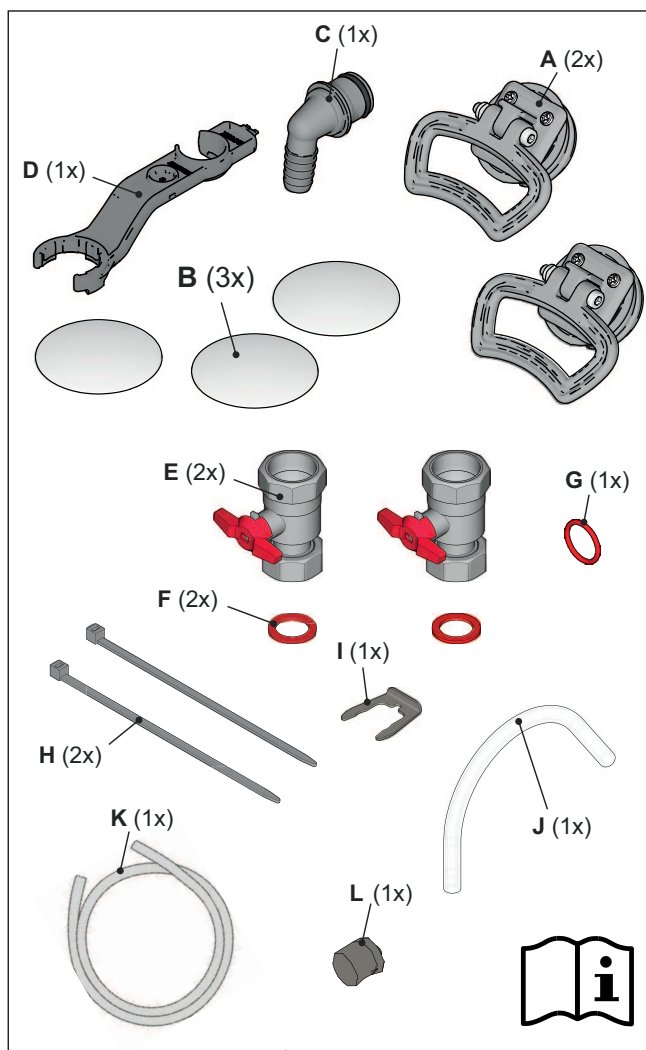

Fig. 64-5 Conteúdo do saco de acessórios
- Saco de acessórios (ver Fig. 64-5),